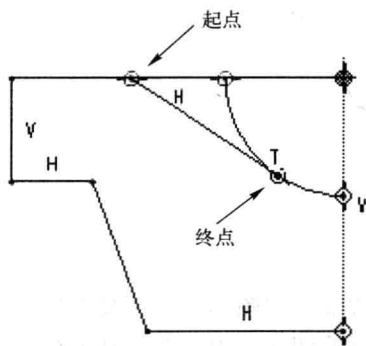

图 1-26 画切线
5) 画切线。画切线时，起点在直线上，终点在圆弧上。特别要注意当直线和圆弧相切时会出现“T”相切符号，如图 1-26 所示。